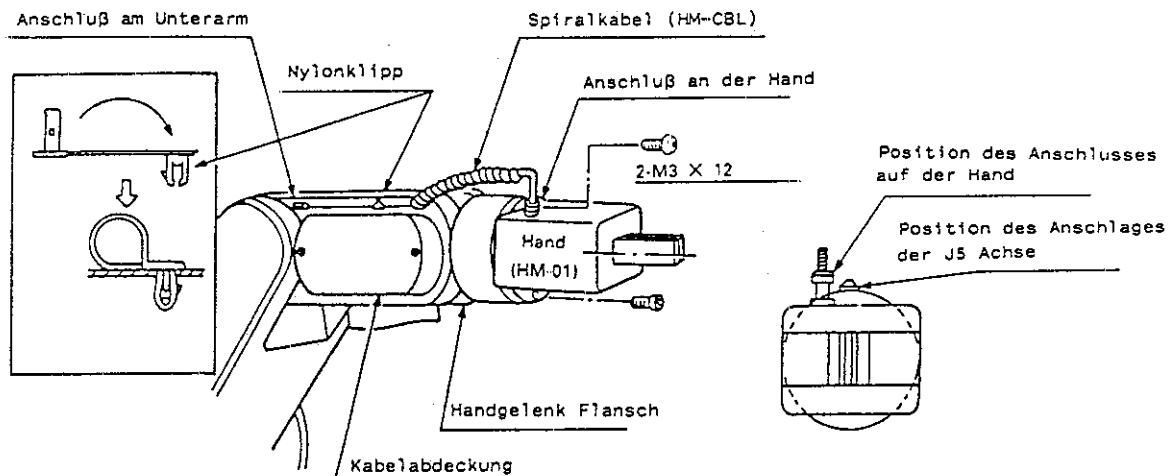

Abb. 2.1.9
- (1) Zur Befestigung der Hand auf der Montageplatte sind 2 Innensechs-kantschrauben (M3 x 12) zu verwenden.
- (2) Nach der Installation muß das Spiralkabel an der Hand und dem Unterarm wie in Abbildung 2.1.9 gezeigt befestigt werden. Mit dem Nylon Clip, der sich am Unterarm befindet, wird der gerade Teil des Spiralkabels fest mit dem Unterarmgehäuse verbunden.
- (3) Das Gewicht der Hand darf einschließlich des zu bewegenden Werkstückes max. 1.2kg betragen.